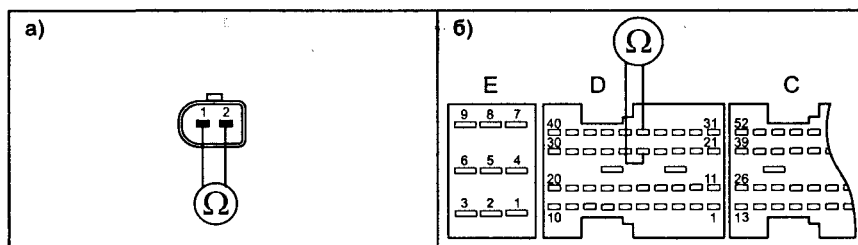

Рис. 1.5.8. Проверка компонентов топливной системы
- отключают форсунки от жгута и измеряют сопротивление обмоток, его величина должна быть около 0,3...0,6 Ом (см. рис. 1.5.8а), если нет — форсунки заменить;
- отключают клапан FPC от жгута и измеряют сопротивление обмотки клапана, контакты 1—2 (рис. 1.5.8а), его величина должна быть в пределах 2,0...2,7 Ом, если этого нет — заменяют клапан;
Клапан FSOS находится в топливной магистрали перед ТНВД и обеспечивает аварийный останов двигателя. Для проверки клапана FSOS отключают разъем ECM от жгута и измеряют сопротивление обмотки клапана FSOS, контакты «D25—D35» (см. рис. 1.5.8б), его величина должна быть в пределах 10,5...14,5 Ом. Если этого нет, заменяют клапан.